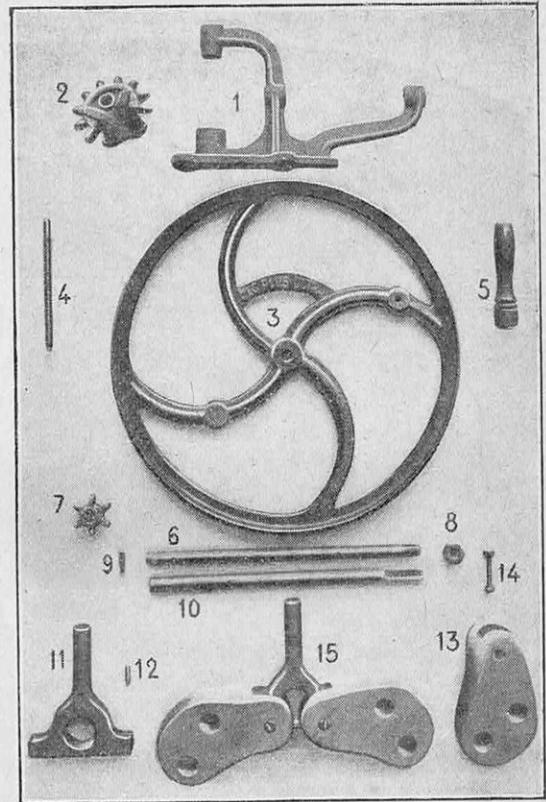

FIG. 9. — PIÈCES PRINCIPALES DE LA MACHINE A LAVER « NEC PLUS ULTRA », A PALETTES ; SYSTÈME BOUCHERY
*La machine à palettes « Nec plus ultra ».* — Se construit en trois grandeurs : capacité, 60, 80 et 100 litres, sous forme de cuvier en bois de teck, de cèdre, chêne ou pitchpin (fig. 9, 10, 11, 12 et 13).